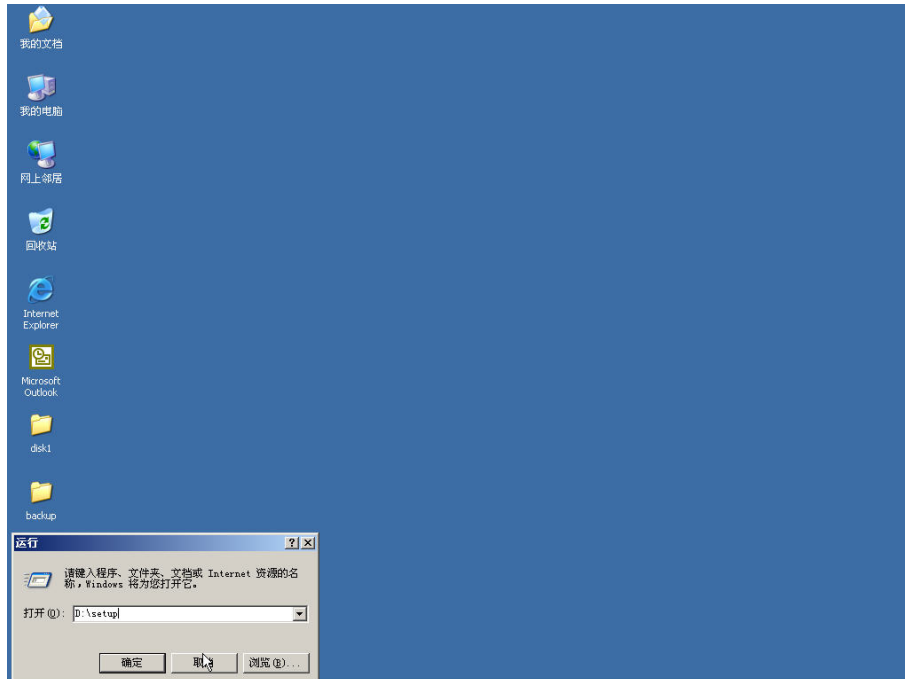

图 2-1-2 在 Windows 画面下执行 setup 程序
2. 在 Windows 窗口下，从开始栏中选执行功能项就可执行安装 (SETUP) 程序 (图 2-1-2)。